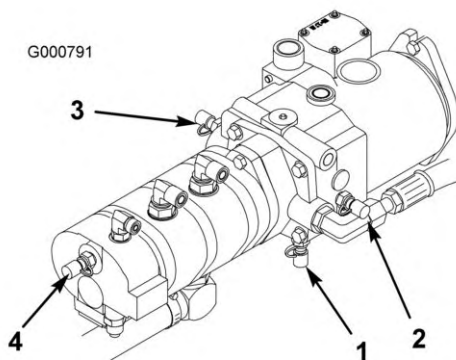

Figure 82
4. La prise d'essai D est située au bas de la transmission hydrostatique (Figure 82) et sert à mesurer la pression de charge de la transmission.
5. La prise d'essai E est utilisée pour mesurer la pression de déplacement en marche avant (Figure 82).
6. La prise d'essai F est utilisée pour mesurer la pression de déplacement en marche arrière (Figure 82).
7. La prise d'essai G sert à mesurer la pression du circuit de direction (Figure 82).